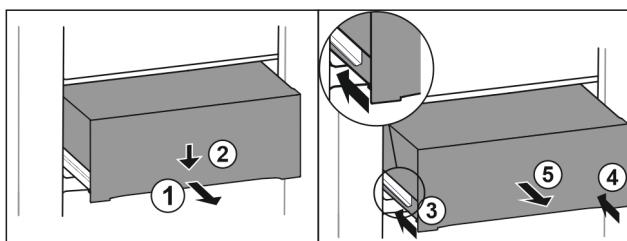

Fig. 144
- ▶ Вытяните выдвижной ящик наполовину. Fig. 144 (1)
- ▶ Вдавите выдвижной ящик в передней части вниз. Fig. 144 (2)
- ▶ Задвиньте левую направляющую прим. на 2 см. Fig. 144 (3)
- ▶ Задвиньте правую направляющую прим. на 2 см. Fig. 144 (4)
- ▶ Извлеките выдвижной ящик движением вперед. Fig. 144 (5)